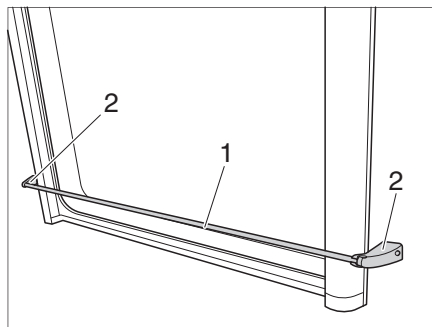

Bild 91 Absturzsicherungsstange
- Absturzsicherungsstange (Bild 91,1) in der Nähe der beiden Halterungen (Bild 91,2) fassen und nach vorne abziehen.
- Absturzsicherungsstange (Bild 91,1) in die beiden Halterungen (Bild 91,2) einclippen.